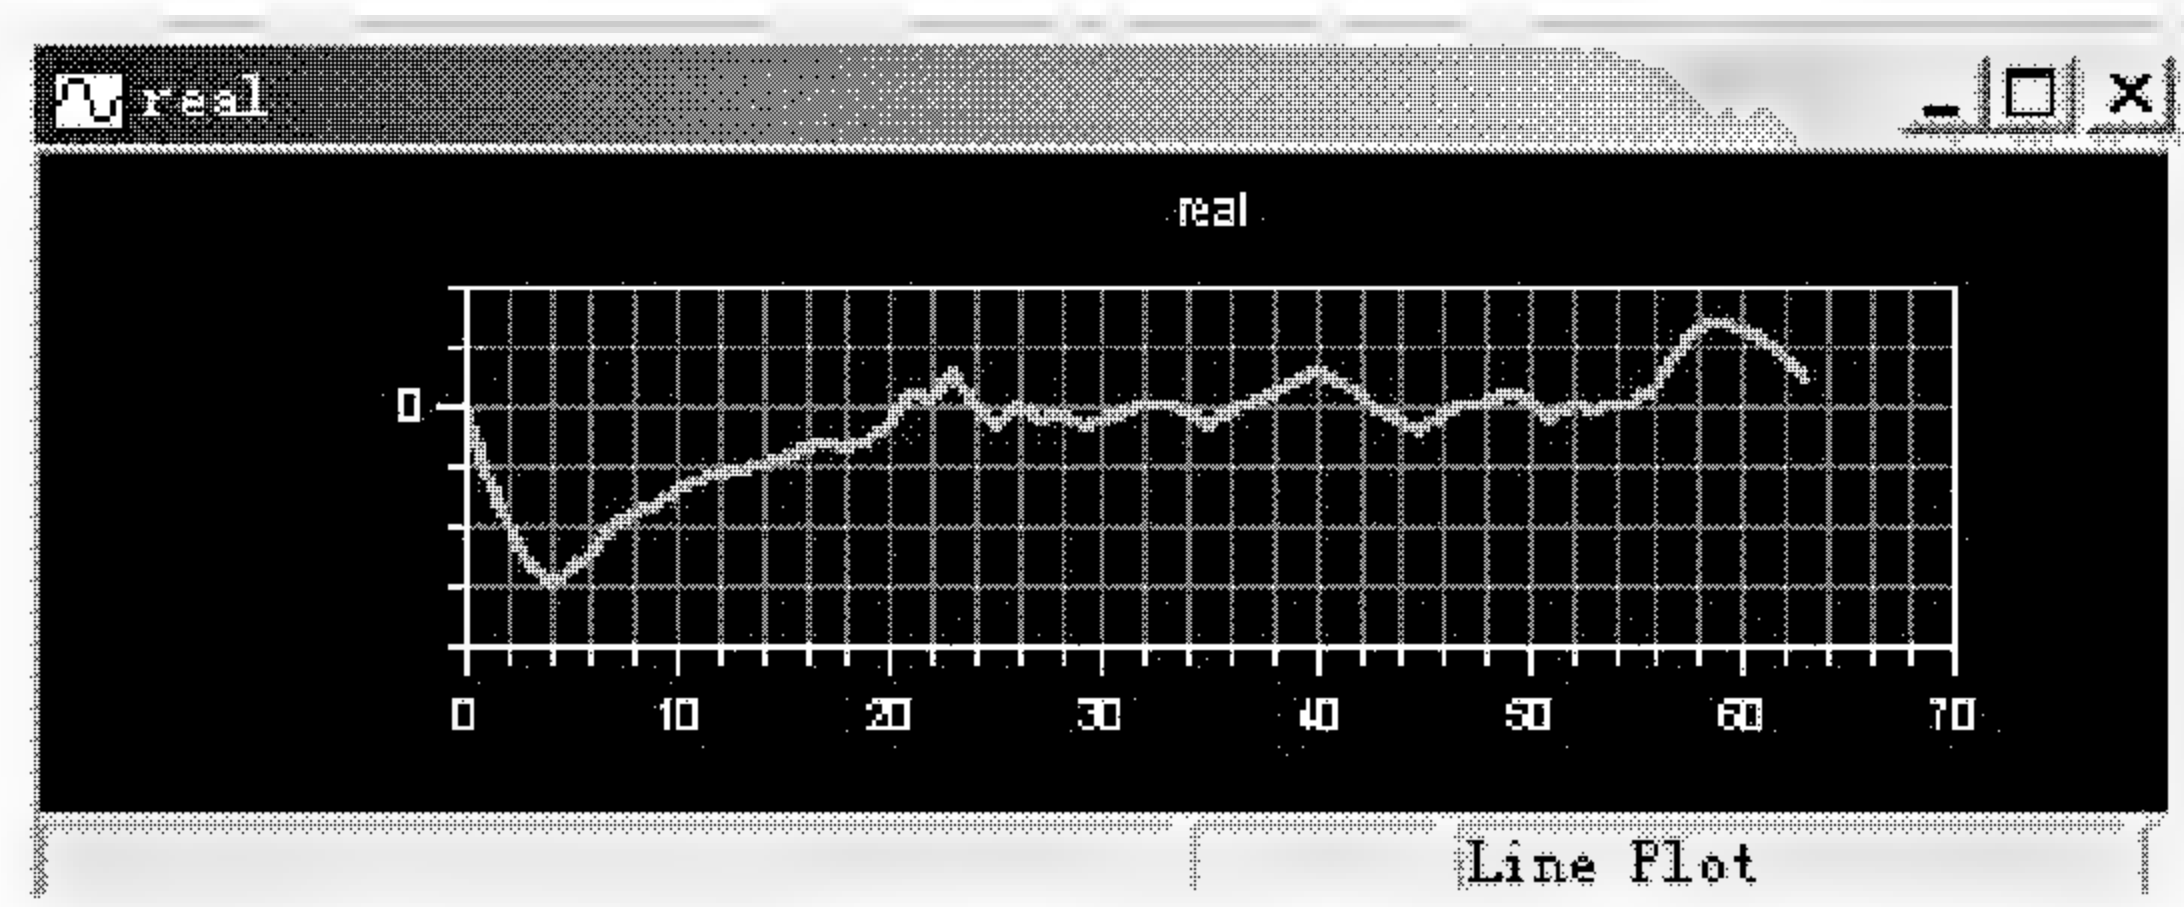

图 4.10 对存储器数据进行图形显示
(3) 点击 Add, 添加一个数据组, 继续添加其它数据组, 这样, 在一个图形窗口中可以同时显示多组数据。
(4) 点击 Settings, 进入 plot Settings 对话框, 在 plot Settings 对话框中设置图形属性及对显示数据的处理。
(5) 点击 OK, 退出 Plot Configuration 对话框, 同时打开图形显示窗口, 如图 4.10 所示。